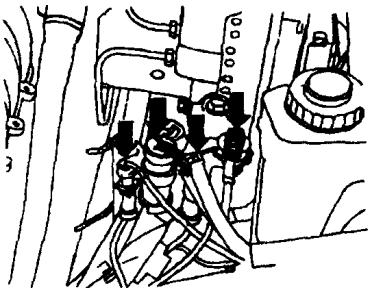

图 1-6
(6) 拔掉 ABS 控制单元前的防盗报警装置、空调压缩机电磁离合器和喇叭的线束插接头，如图 1-6 所示。
(7) 拔下空气流量计和油箱通风电磁阀线束插